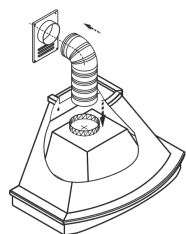
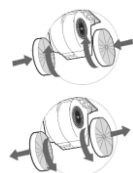

рис. 7
рис. 8
6.4 В зависимости от режима эксплуатации вытяжки соедините вентилятор с вентиляционной решеткой полужестким гофрированным воздуховодом (рис. 7) или установите на вентилятор угольные фильтры, если они предусмотрены. Угольные фильтры устанавливаются на защитные решетки корпуса вентилятора (рис.8).